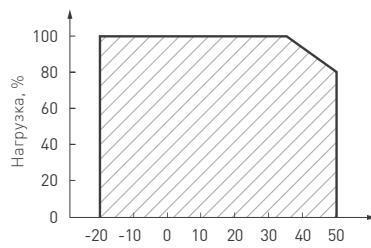

Рис. 2. Максимальная допустимая нагрузка, % от мощности источника
- 4.3. Не нагружайте источник питания более 80% от его максимальной мощности. Учитывайте, что с повышением температуры окружающей среды максимальная мощность источника питания снижается, см. график зависимости на рис. 2.